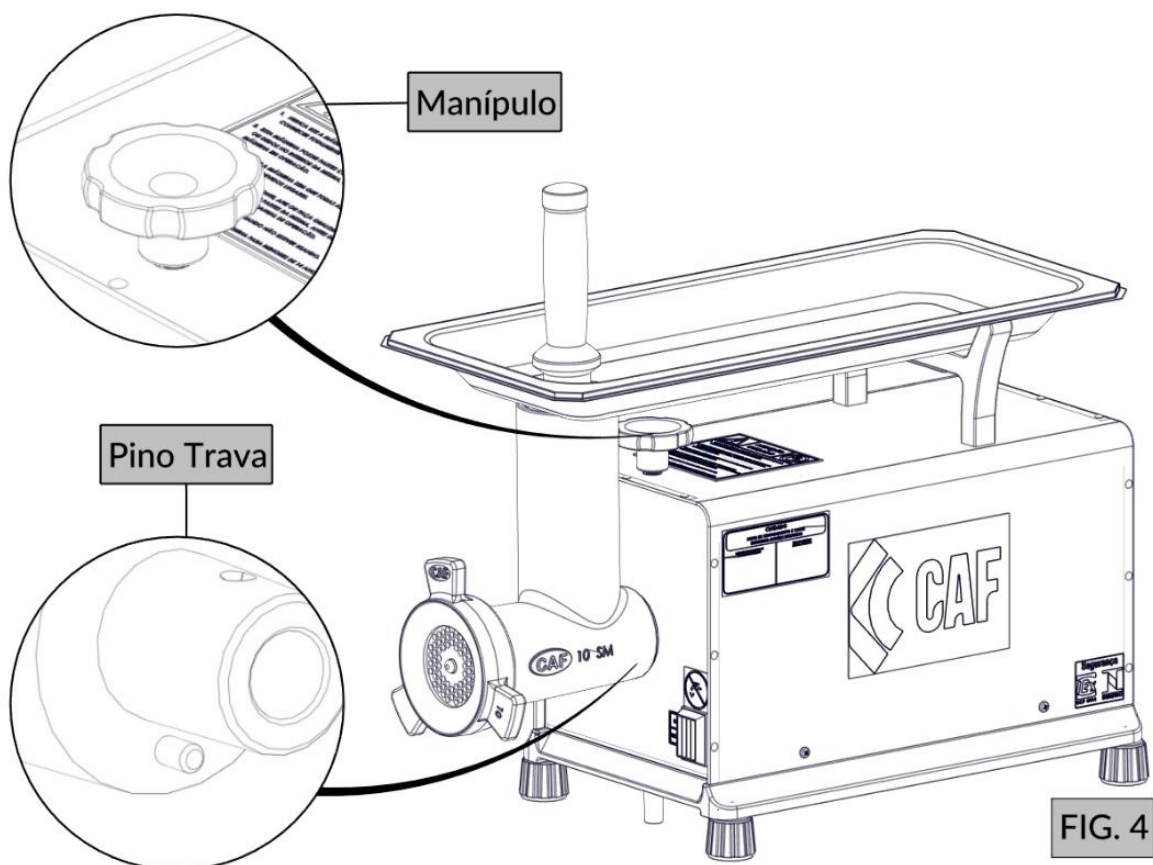
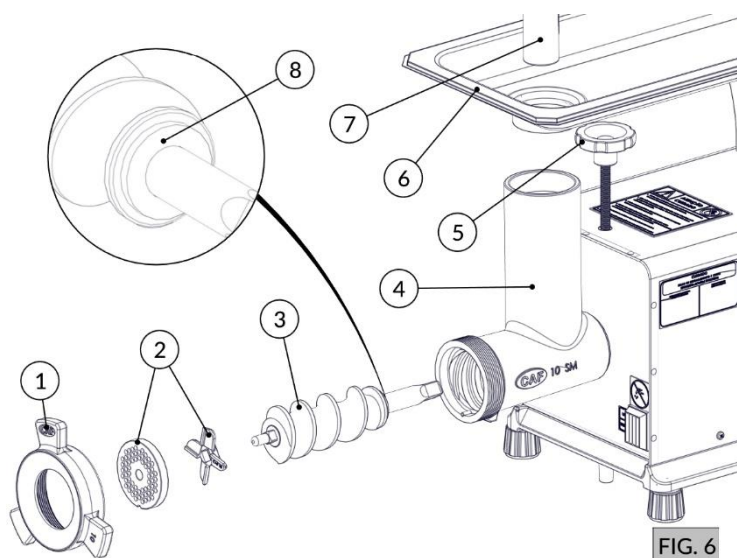
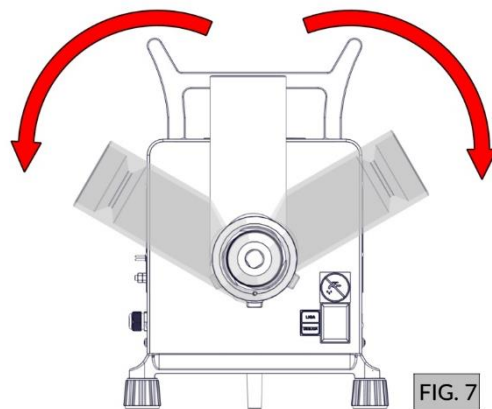

FIG. 4
FIG. 6
FIG. 7
- Manípulo (FIG. 4) impede que o bocal solte ou gire durante a operação.
- Pino trava bocal (FIG. 4) impede que o bocal gire durante a operação.
1. Retire o soquete (Item 7 - FIG. 6);
2. Retire a bandeja (Item 6 - FIG. 6);
3. Solte o volante (Item 1 - FIG. 6);
4. Retire o conjunto de corte (disco e cruzeta) conforme o tipo de moagem (Item 2 - FIG. 6);
5. Retire o caracol (Item 3 - FIG. 6) assegurando que ele está com a arruela (Item 8 - FIG. 6), item importante para o bom funcionamento da máquina;
6. Solte o manípulo (Item 5 - FIG. 6);
7. Solte o bocal (Item 4 - FIG. 6) pressionando-o lateralmente, como uma alavanca, conforme (FIG. 7). Ao montar novamente os itens, observe se o pino trava (FIG. 4) encaixou corretamente, pois o item é **IMPORTANTE PARA SEGURANÇA**.